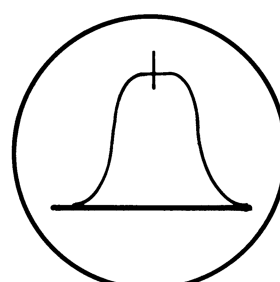

Abb. 3
- Fi. 1 und 2 auf Maximum und beste Symmetrie der Durchlaßkurve abgleichen (siehe Abb. 3).